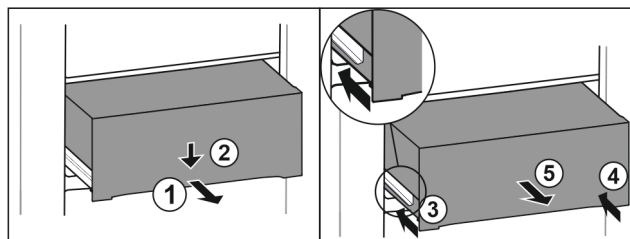

Fig. 139
- ▶ 将抽屉拉出一半。 Fig. 139 (1)
- ▶ 朝下按压正面的抽屉。 Fig. 139 (2)
- ▶ 将左侧轨道推入大约 2 cm。 Fig. 139 (3)
- ▶ 将右侧轨道推入大约 2 cm。 Fig. 139 (4)
▶ 朝前取出抽屉。 Fig. 139 (5)